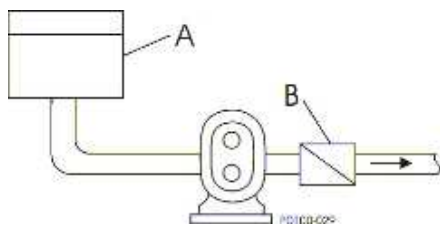

Abb.12 Rückschlagventil Ablaufseite
Für Systeme, bei denen die Flüssigkeit im Zulaufreservoir (A) unter Unterdruck steht, empfehlen wir ein Rückschlagventil an der Ablaufseite. Dieses verhindert einen Rückfluss (Luft oder Flüssigkeit). Außerdem wird der Anlauf der Pumpe durch die Verringerung des von der Pumpe für den Durchfluss zu erzeugenden Differenzdrucks erleichtert (siehe Abb. 12).